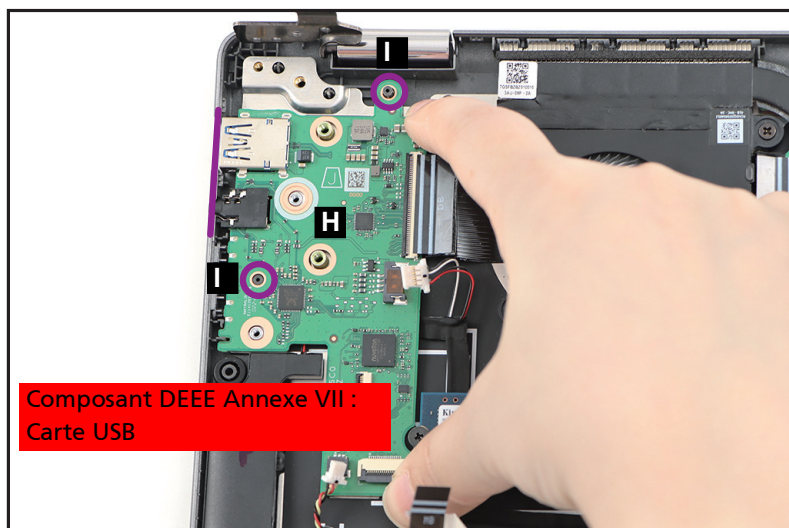

Figure 1-19. Retrait de la carte USB
9. Libérez la carte USB (H) des logements des ports d'E/S et des axes de guidage (I) sur l'ensemble supérieur (Figure 1-19). Puis retirez la carte USB.